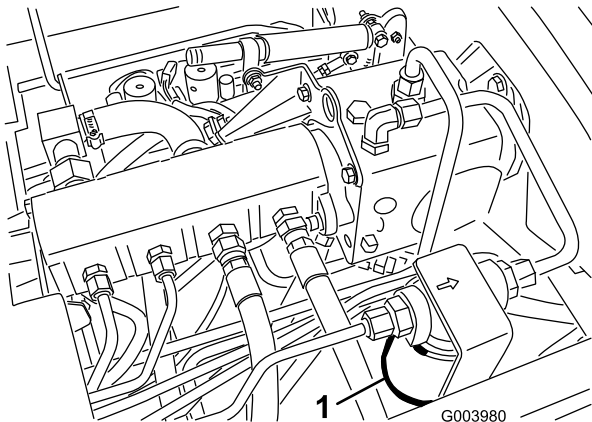
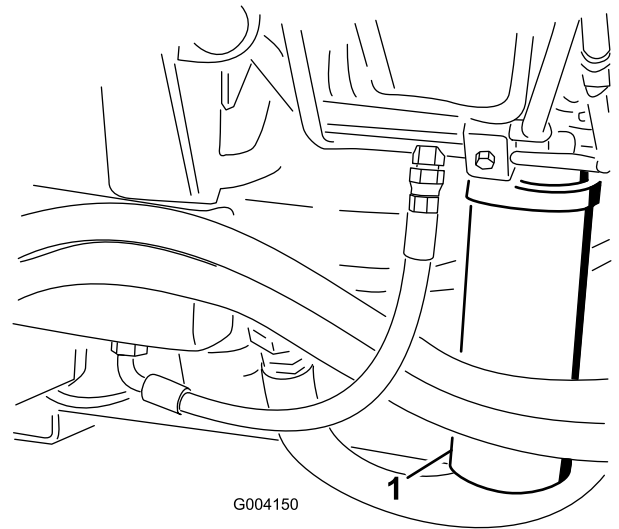

图72
图73
2. 清洁过滤器安装区域的周围，并在过滤器下面放置一个放油盘（图72）和（图73）。